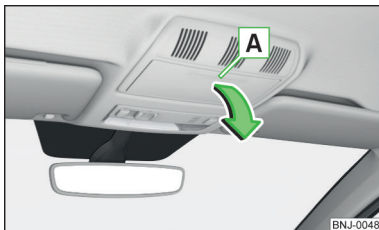

Bild 82
- Tryck på glasögonfackets lock i området **A** » bild 82.
- Sväng facket mot pilens riktning » bild 82 tills det klickar fast.